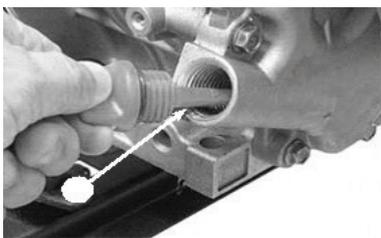

Рис. 3
2. Протрите щуп насухо и вставьте в отверстие заливной горловины, не закручивая крышку. Аккуратно вытащите щуп и осмотрите его. Уровень масла должен соответствовать верхней отметке на щупе. При недостаточном уровне масла в картере необходимо долить чистое масло до верхней отметки на щупе (что соответствует нижней кромке заливного отверстия). После окончательной проверки плотно закрутите крышку заливной горловины, рис. 3.